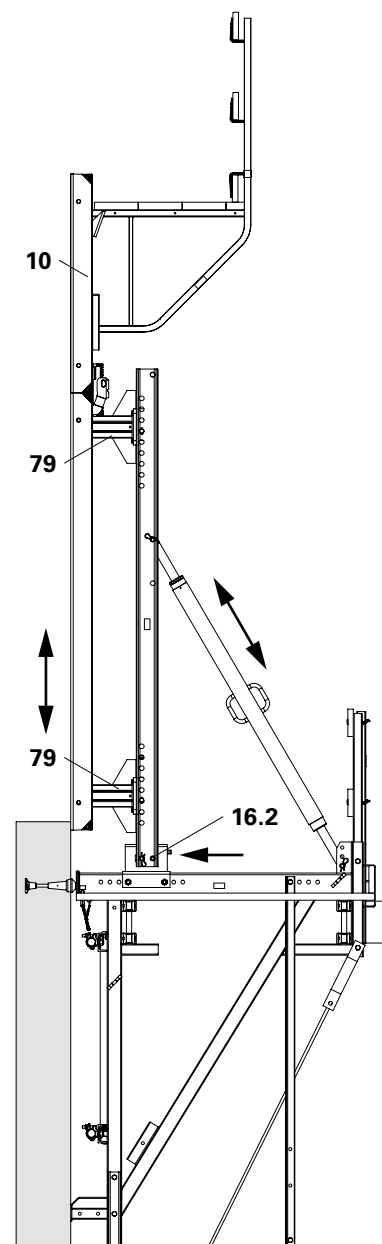

Fig. B2.20
6. Inserire l'unità di cassaforma (78) con gancio di sollevamento MAXIMO 1,5 t (80) negli adattatori TRIO-CB (79) e fissare con la staffa $\varnothing 25$ (79.1).
9. Regolare la cassaforma, v. B3. (Fig. B2.20)